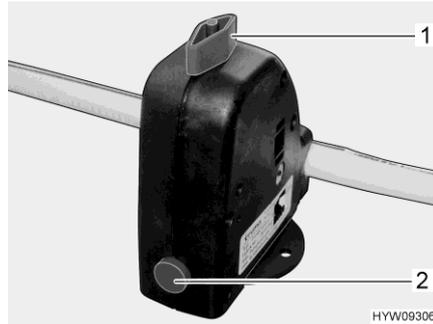

Bild 80 Sicherheits-/Ablassventil
Der Boiler ist mit einem Sicherheits-/Ablasseventil (Bild 80) ausgestattet. Das Sicherheits-/Ablasseventil verhindert, dass das Wasser im Boiler einfriert, wenn bei Frost die Heizung nicht eingeschaltet ist.
- Sicherheits-/Ablassventil schließen. Dazu den Drehknopf (Bild 80,1) quer zum Sicherheits-/Ablassventil drehen und den Druckknopf (Bild 80,2) hineindrücken.
- Sicherheits-/Ablassventil öffnen. Dazu den Drehknopf (Bild 80,1) längs zum Sicherheits-/Ablassventil drehen. Der Druckknopf (Bild 80,2) springt heraus. Der Boiler wird über das Sicherheits-/Ablassventil nach außen entleert.